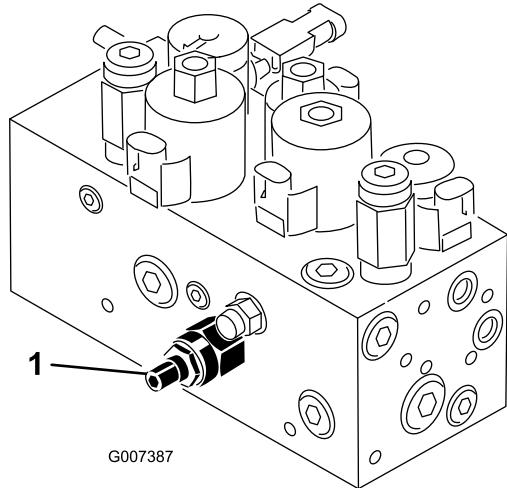

Bild 48
Der Hub-/absenkungskreis der Mähwerke ist mit einem Stromventil ausgerüstet (Bild 48). Dieses Ventil wird im Werk eingestellt. Zum Ausgleichen unterschiedlicher Hydrauliköltemperaturen, Mähgeschwindigkeiten und Anbaugeräte usw. müssen Sie dieses Ventil jedoch u. U. einstellen. Gehen Sie dabei folgendermaßen vor:
1. Klappen Sie den Sitz hoch und finden Sie das Hauptregulierventil für das mittlere Zuggestell (Bild 48), das sich neben dem Hydraulikverteiler befindet.